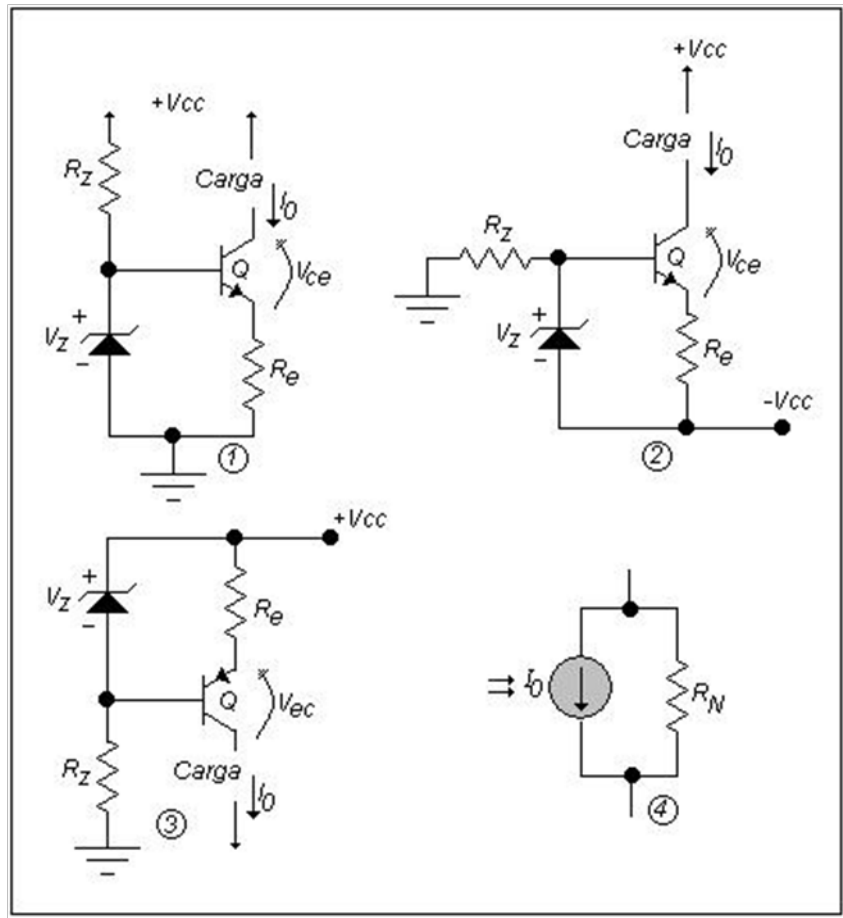

Figura 1: Fuentes de corriente con BJT y zéner.
En la figura 1, de (1) a (3) se muestran tres circuitos típicos de fuentes de corriente que utilizan un transistor bipolar y un diodo zéner. Las dos primeras emplean transistores NPN, la tercera un transistor PNP. Todas ellas se basan en la correcta polarización del diodo zéner mediante RZ, con lo cual se logra que el voltaje sobre la resistencia de emisor sea aproximadamente constante, e igual a $(V_Z - V_{BE})$; así la corriente por el emisor queda fija y dependiente del valor de RE que se haya escogido.